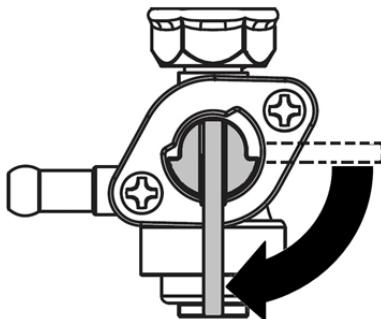

Рис. 11 Топливный кран открыт
- Откройте топливный кран (Рис. 11).